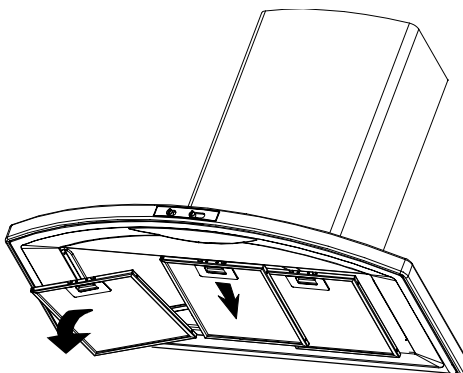

Bild 3
- Die Verriegelung des Fettfilters zuerst nach hinten, dann nach unten herausnehmen. **Bild 3.**